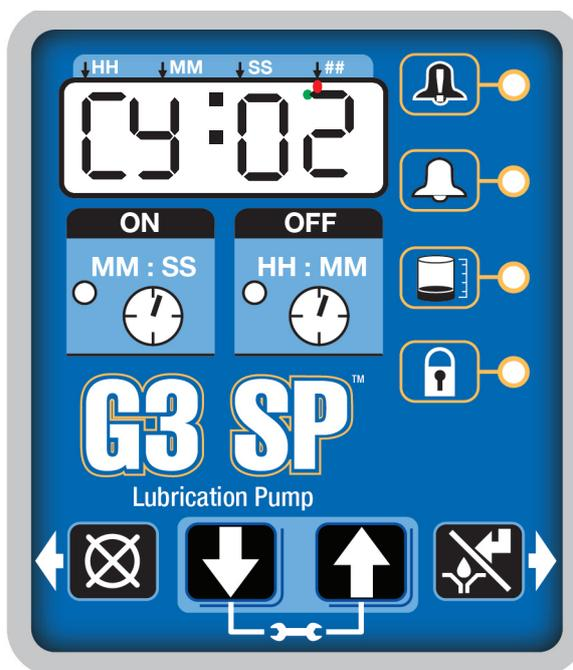

ABB. 30
2. Erreicht der OFF-Zeitwählwert Null, dann schaltet die G3-Pumpensteuerung die Schmiermittelpumpe für die Dauer des programmierten ON-Zeitzyklus ein (ABB. 30).
- Über eine eingestellte Anzahl von Auslösevorgängen in einem schmierzyklusbasierten System (CY). Erfolgt typischerweise mit einem ein Verteilerventil überwachenden Näherungsschalter.
- Das Display zeigt den Sensor (CY) und die verbleibenden Sensorzyklen an (ABB. 30).
Das Beispiel in ABB. 30 zeigt Sensor CY mit 2 verbleibenden Zyklen an.